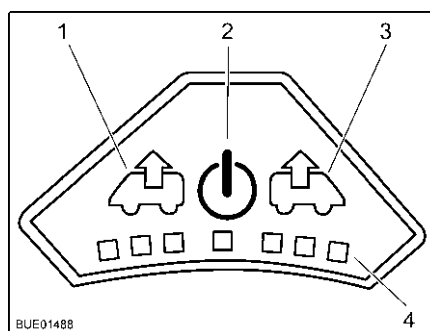

Bild 93 Fläkthereglage
- Tryck på på/av-knappen (Bild 93,2). Fläkten går i komfortläge (vädring med lägsta fläktvarvtal).
- För att höja fläktvarvtalet: Tryck på vädringsknappen (Bild 93,1). Fläktvarvtalet i vädringsriktningen ökar en nivå. Lampor (Bild 93,4) visar de olika nivåerna.
- För att minska fläktvarvtalet: Tryck på ventilationsknappen (Bild 93,3). Fläktvarvtalet minskar en nivå.
- För att höja fläktvarvtalet: Tryck på ventilationsknappen (Bild 93,3). Fläktvarvtalet i ventilationsriktningen ökar en nivå. Lampor (Bild 93,4) visar de olika nivåerna.
- För att minska fläktvarvtalet: Tryck på vädringsknappen (Bild 93,1). Fläktvarvtalet minskar en nivå.
- Tryck på på/av-knappen (Bild 93,2). Fläkten stannar och lamporna släcks.